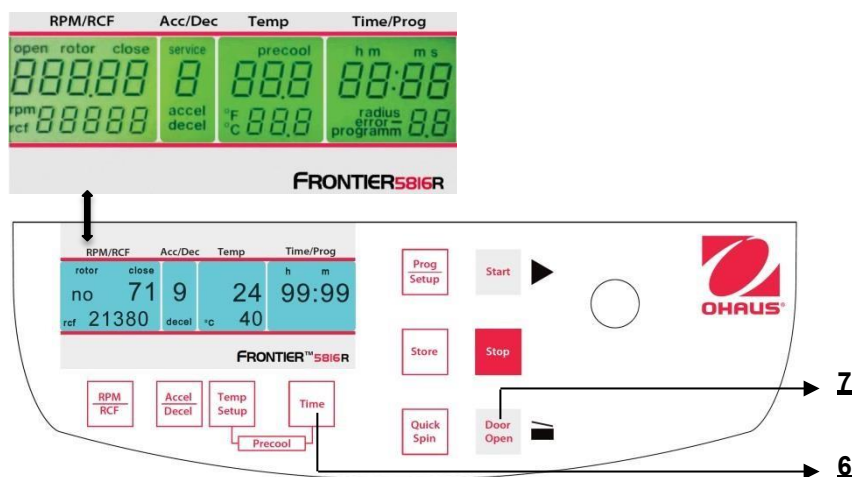

Figura 32
Mentre la centrifuga è disconnessa, premere simultaneamente i tasti **"Time"**(6) e **"Door Open"** (7) e accendere l'interruttore principale della centrifuga. Adesso, rilasciare entrambi i tasti e - per effetto di ciò - viene eseguita una prova del display per circa 5 secondi. Tutti gli indicatori appariranno allo stesso tempo (Vedere figura 32).